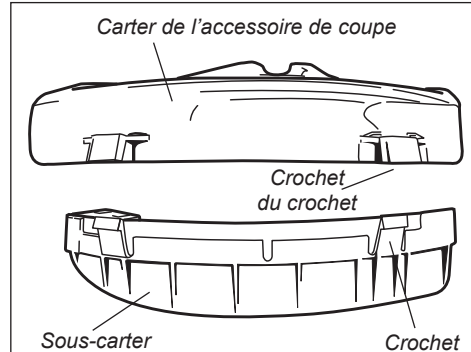

Figure 15
1. Fixer le sous-carter sur le carter de l'accessoire de coupe. Voir figure 15.